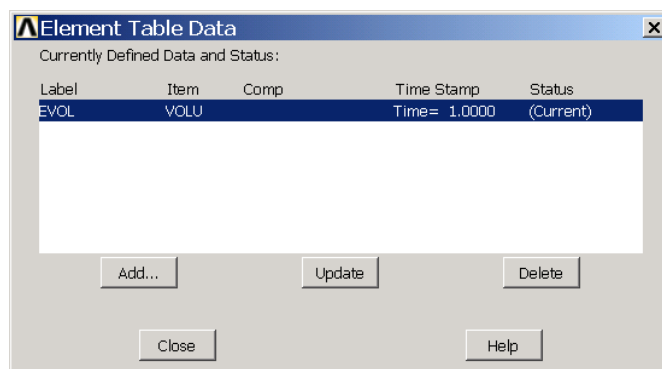

图12.31 定义单元表EVOL
(14) 单击 Main Menu>Solution>Solve>Current LS 菜单,进行初次求解。求解完毕后,将出现信息框告诉用户求解完毕。单击【Close】按钮关闭信息框。
(15) 下面提取参数结果。单击 Main Menu>General Postproc>Element Table>Define Table 菜单,弹出【Element Table Data】对话框。单击【Add...】按钮弹出【Define Additional Element Table Items】对话框,在【User label for item】文本框中输入【EVOL】,在【Item,Comp Results data item】列表框的左侧选择【Geometry】,右侧选择【Elem volume VOLU】,然后单击【OK】按钮,完成单击表 EVOL 的定义,如图 12.31 所示。